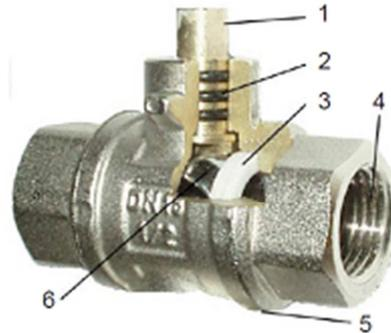

Figura 2. Válvula de bola con sellador EPDM y Teflon® como disco deslizante
Comparar con la figura 2 a continuación. El disco de deslizamiento (3) tiene la función principal de una línea para deslizar la bola. No tiene ningún propósito real de sellado. Las juntas tóricas (2) tienen el propósito de sellar.
PTFE se utiliza normalmente como material del asiento para el disco de deslizamiento y aquí sirve bien a su propósito, ya que Temper es químicamente compatible con PTFE. Vea la Figura 2 anterior.